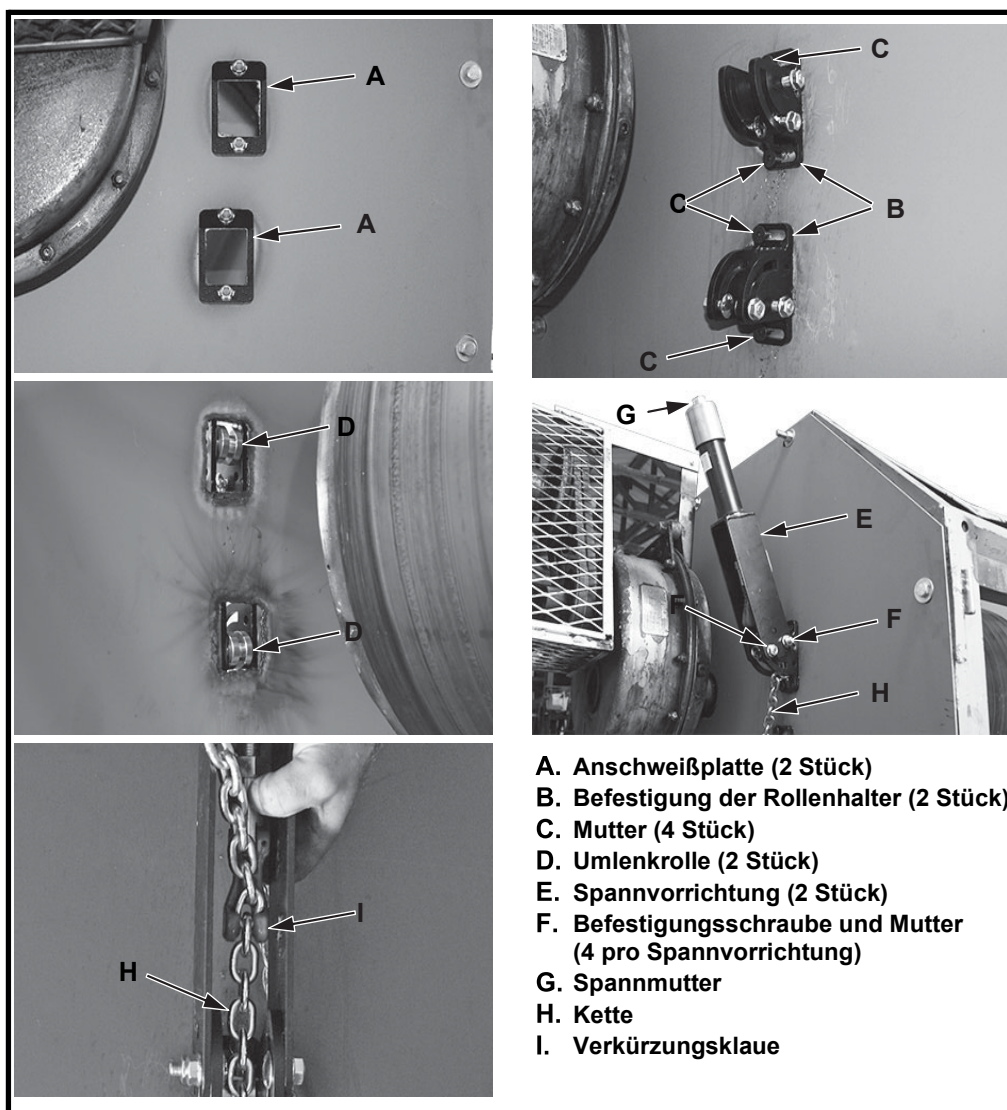
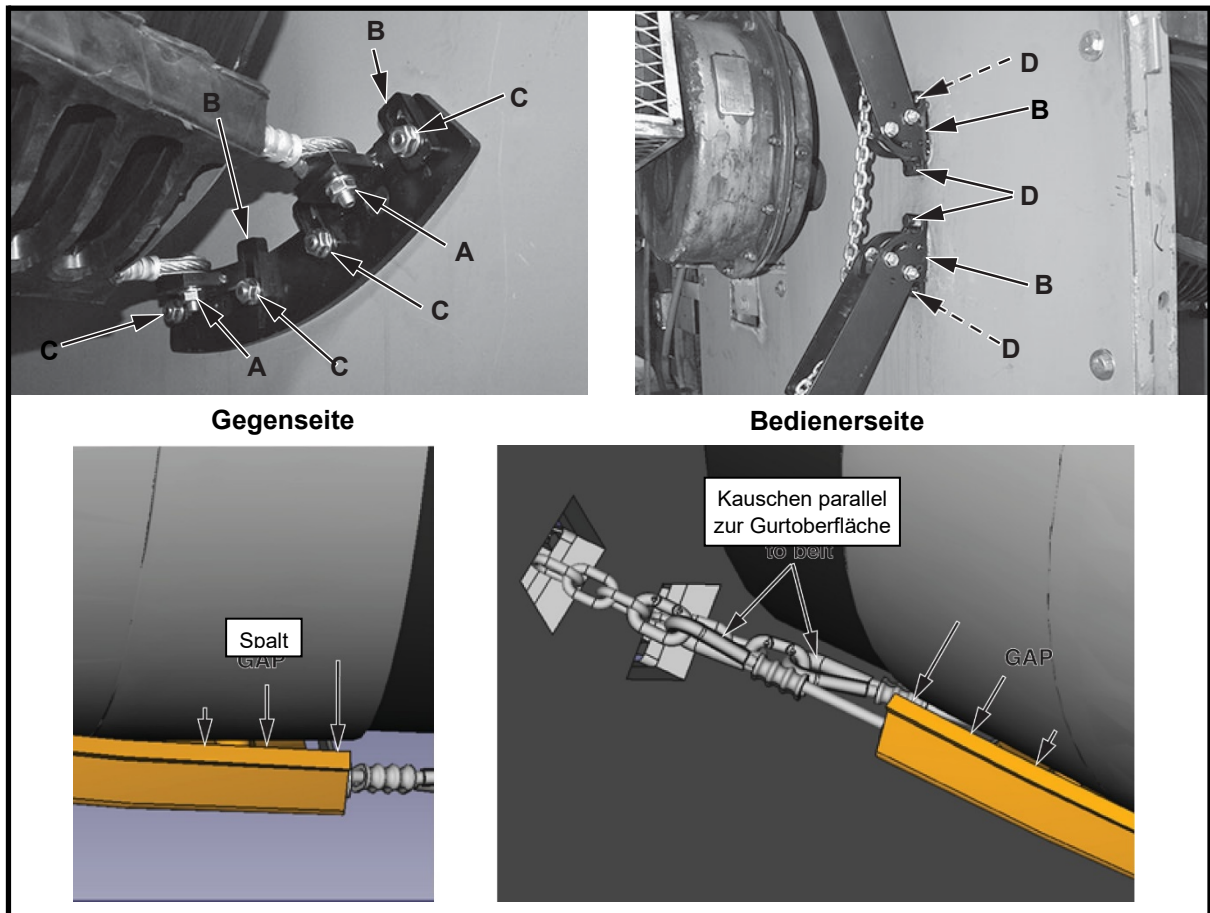

Abbildung 8: Montage der Spannvorrichtungen
Abbildung 9: Ausrichten des Vorkopfabstreifers
- f) Zentrieren Sie die Anschweißplatten (A) an den Ausschnitten und schweißen Sie sie an der Schurrenwand fest (siehe Abbildung 8).
- g) Montieren Sie die Rollenhalter der Spannvorrichtung (B) mit den Muttern (C) an der Anschweißplatte. Ziehen Sie die Mutter handfest an. Positionieren Sie den oberen Rollenhalter mit der Rolle (D) in der oberen Position und den unteren Rollenhalter mit der Rolle (D) in der unteren Position.
7. Montieren Sie die Spannvorrichtung (E) mit Befestigungsschrauben und Muttern (F) an dem Rollenhalter.
8. Positionieren Sie die Spannvorrichtung an der gewünschten, behinderungsfreien Stelle und ziehen Sie die Muttern (F) an.
9. Lösen Sie die Mutter (G) bis zum Ende der Gewindestange.
11. Führen Sie die Kette (H) durch die Schurrenwand und den Rollenhalter
12. Ziehen Sie die Kette in die Verkürzungsklaue (I).
14. Stellen Sie sicher, dass die Kauschen parallel zum Fördergurt liegen (Abbildung 9)
15. Ziehen Sie die Spannmutter (G) an, bis die Mitte des Vorkopfabstreifers fest auf der Kopftrommel aufliegt.
16. Stellen Sie sicher, dass jede Kette richtig an der Rolle in dem Rollhalter der Spannvorrichtung (B) anliegt.
- a) Wenn die Gewindespindel nicht lang genug ist, um die gewünschte Spannung zu erreichen (siehe Abbildung 8):
- (1) Führen Sie den Schraubendreher durch die Öffnung im unteren Teil der Spannvorrichtung und der Kette (H), um die Kette zu sichern.
- (2) Lösen Sie die Spannmutter (G), um die Spannung zu lösen.
- (3) Legen Sie die Kette so nahe wie möglich am Schraubendreher wieder in die Verkürzungsklaue (I) ein.
- (4) Ziehen Sie die Spannmutter an, bis die erforderliche Spannung erreicht ist.